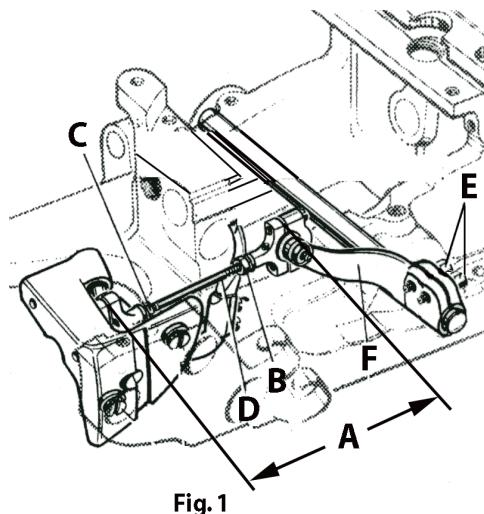
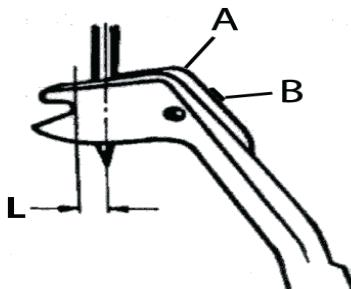

Fig. 1
Fig. 4
The distance between the center lines of the two ball joints (A) Fig. 1 is 4 1/8" (104.8mm) for all styles except 81200EZ3254 and 4 3/16" (106.4mm) for styles 81200 EZ3254. To set loosen nuts (B & C) and adjust with rod (D), Note nut (B) has left hand threads.
Die Abstand zwischen den Mittellinen der beiden Kugelgelenke (A) Fig. 1 ist 104.8mm für alle Modelle ausser 81200EZ3254 und 106.4mm für Modelle 81200 81200EZ3254. Lösen Sie die Muttern (B & C) und stellen Sie den Abstand durch Drehen der Verbindungsstange (D),- vor oder zurück p- ein. BEACHTEN SIE: Mutter (B) hat Linksgewinde.
The spreader should closely pass behind the lower looper and in front of the needle without touching them. The thread hook (A) Fig. 4 in its up and down movement should closely pass behind the needle without touching it. For adjustment loosen the screws (B) Fig. 4 and move the thread hook as required. Set the distance (L) Fig. 4 between spreader and needle. For adjustment loosen the two screws (E) Fig. 1, in the lower looper drive lever and move as required to obtain the desired dimension.
Der Obergreifer soll dicht hinter dem Untergreifer vorbeigehen, ohne diesen zu berühren (Papierstärkenspiel), desgleichen dicht vor der Nadel. Der Fadenhaken (A) Fig. 4 soll in seiner Auf und Abwärtsbewegung dicht hinter der Nadel vorbeigehen, ohne diese zu berühren. Zum Einstellen lösen Sie die Schraube (B) Fig. 4 und bewegen Sie den Fadenhaken in die entsprechende Richtung. Stellen Sie den Abstand (L) Fig. 4 zwischen Obergreifer und Nadel ein. Zum Einstellen lösen Sie die beiden Schrauben (E) Fig. 1, im Greiferantriebshebel und bewegen Sie diesen um die gewünschte Abmessung zu erhalten.
Before operating a new machine for the first time, the sight feed oiler has to be adjusted. All lubrication points, indicated on the oiling diagram (Fig. 4), have to be oiled.
For adjusting fill the sight feed oiler half-way with oil and turn the metering pin (A, Fig. 4) a little bit out and then turn it in, until there will flow two to three drops of oil per minute. This can be checked on the sight glass (B). Secure the setting of the metering pin with lock nut (C). Fill the oiler.
Bevor eine neue Maschine zum ersten Mal in Betrieb genommen wird, muss der Tropföler eingestellt werden. Alle in der Ölanleitung (Fig. 4) angegebenen Schmierstellen müssen geölt werden.
Füllen Sie den Tropföler zum Einstellen halb mit Öl und drehen Sie den Zumessstift (A, Fig. 4) etwas aus und dann so weit ein, bis pro Minute zwei bis drei Tropfen Öl fließen. Dies kann am Schauglas (B) geprüft werden. Sichern Sie die Einstellung des Zumessstiftes mit der Kontermutter (C). Füllen Sie den Öler.